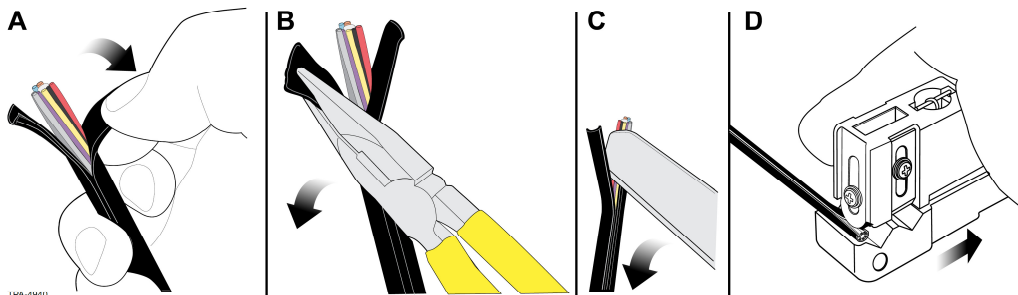

Abbildung 4
Schritt 4: Abgesetzte Stücke des äußeren Kabelmantels am Ende des Kabels mit den Fingern (Abbildung 4A), Nadelzange (4B) oder Kabelmesser (4C) entfernen (Abbildung 4). Anschließend Mantel durch Ziehen an beiden Seiten bis zum Ringschnitt weiter abziehen. Alternativ kann das Ideal-Werkzeug vom Kabel weg gezogen werden, sodass die abgerundete Klinge den Mantel herausziehen kann (Abbildung 4D).
Schritt 5: Nach dem letzten 3-cm-Schnitt (ca. 1-Zoll-Schnitt) Kabelmantel vom Kabel entweder mit den Fingern, der Nadelzange, dem Kabelmesser oder der abgerundeten Klinge des Ideal-Werkzeugs abziehen. (Siehe Abbildung 4.)